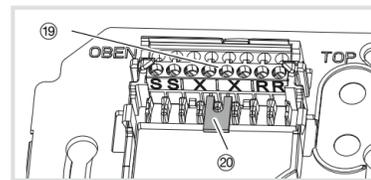

Bild 8: Anschluss-Klemmblock
i Die beiden Klemmen X/X sind je doppelt ausgeführt (gebrückt) für ein- und abgehende 2Draht-Busleitung (Bild 8).
- Falls die Innenstation nicht letzter Teilnehmer im Zweig/Strang ist, den Abschlusswiderstand/Terminator (20) von den Klemmen X/X entfernen.
- Zugehörigen Etagenalters an den Anschlussklemmen R/R anschließen (Bild 8).